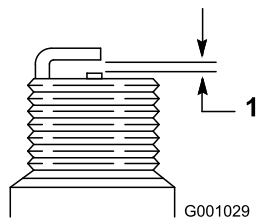

Figura 34
4. Ajuste el espacio entre los electrodos a 0.76 mm (0.030") si la bujía es nueva, como se muestra en la Figura 34.